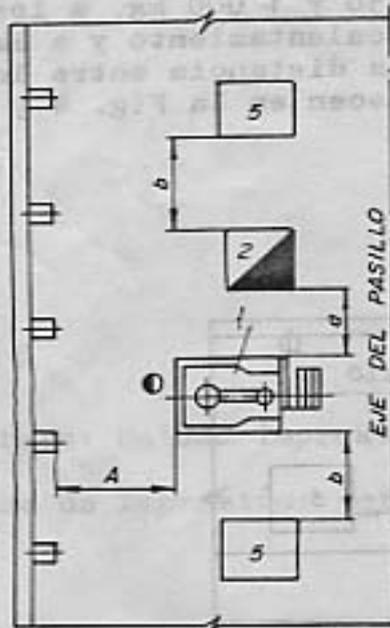

Fig. 5
2.4 Las distancias que van de los martinets neumáticos con masa de las partes móviles de 150; 250 y 400 kg, a los hornos de calentamiento, a los equipos contiguos y a las columnas de edificio, así como la distancia entre los hornos de calentamiento y los equipos contiguos, se establecen en las Figs. 5 y 6 y en la tabla 4.